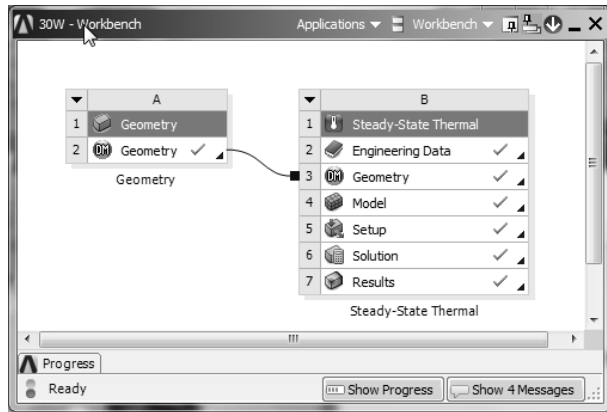

图 1-7 简洁模式
- ✧ Compact Mode (简洁模式): 选择该命令，ANSYS 14.5 Workbench 会压缩为一个小图标 置于操作系统桌面上，同时任务栏上的图标将消失。如果将鼠标移动到 图标上，Workbench 平台变成简洁模式，如图 1-7 所示。